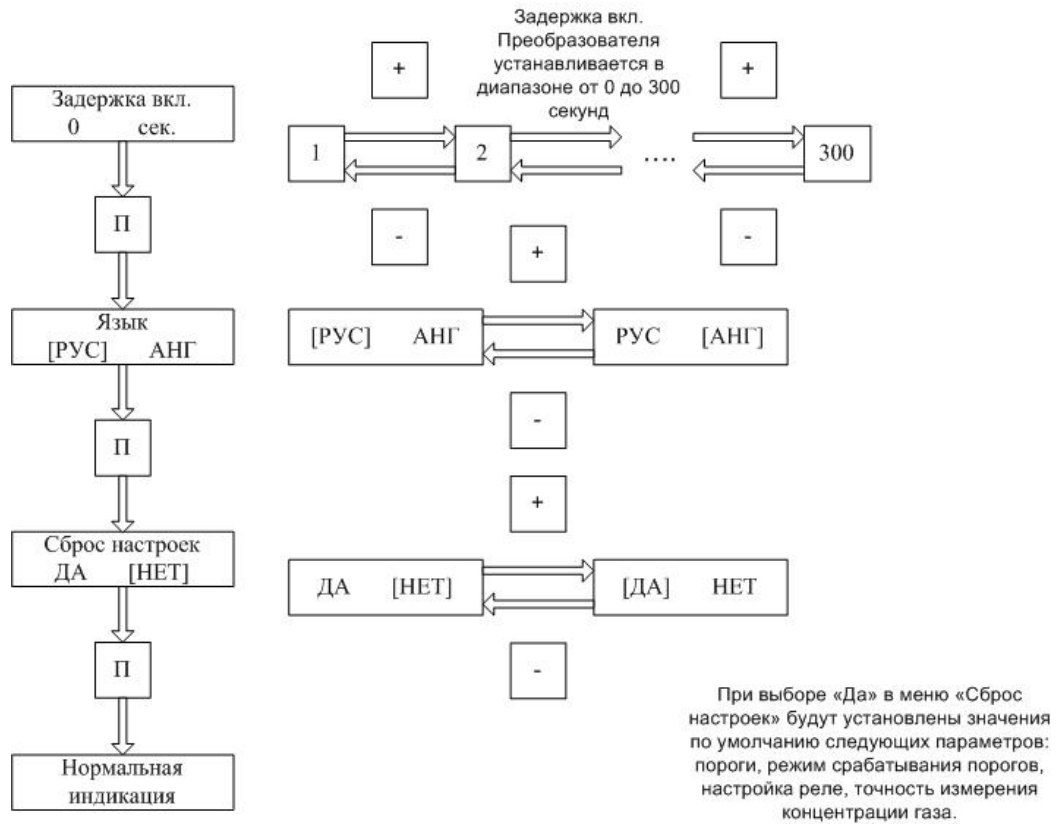
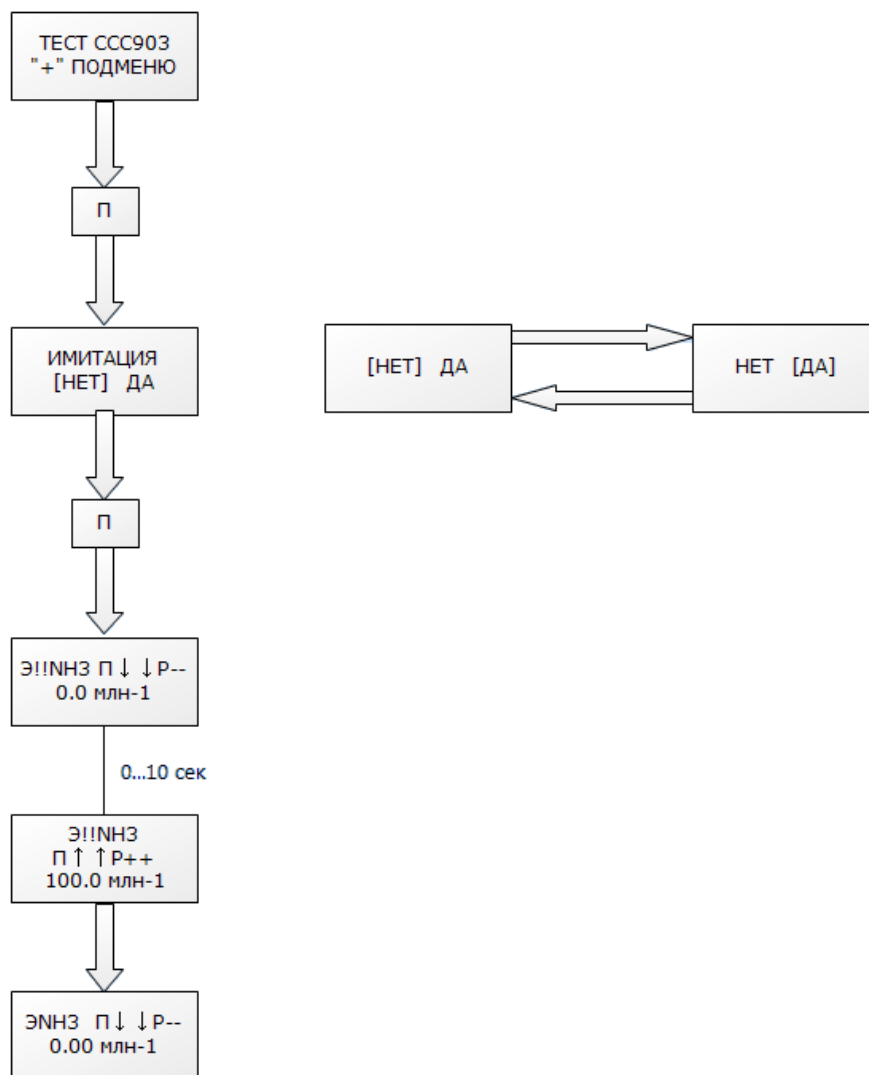
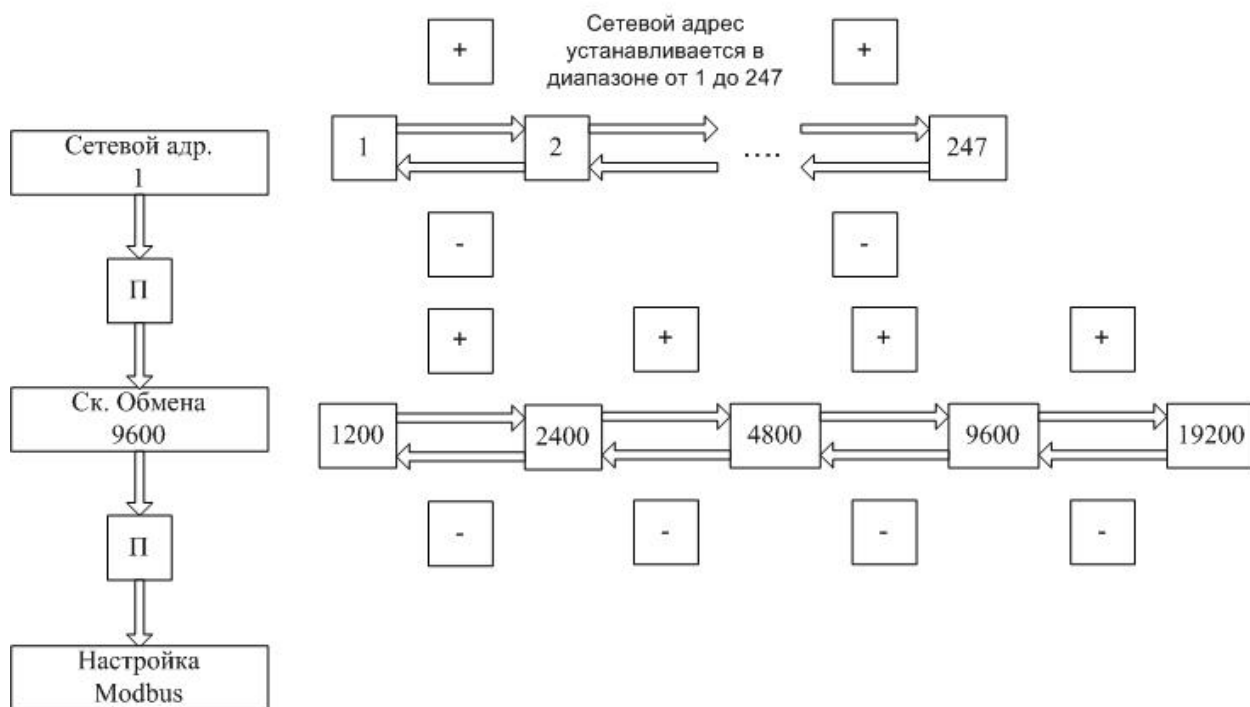

Рисунок 4 – Меню настройки газоанализатора
Рис. 7 – Меню тестирования газоанализатора
Рис. 8 – Меню настройки канала связи RS-485
6.6.6 Для тестирования работы и точности измерения газоанализатора ССС-903 необходимо выбрать меню «Тест ССС-903» (рисунок 4) после нажатия кнопки «+» попадаем в подменю (рисунок 7):
Параметры настройки связи газоанализатора с системой верхнего уровня можно установить через меню или с системы верхнего уровня. Для настройки связи через меню необходимо выбрать пункт меню «Настройка Modbus» (рисунок 4) и войти в подменю (рисунок 8).